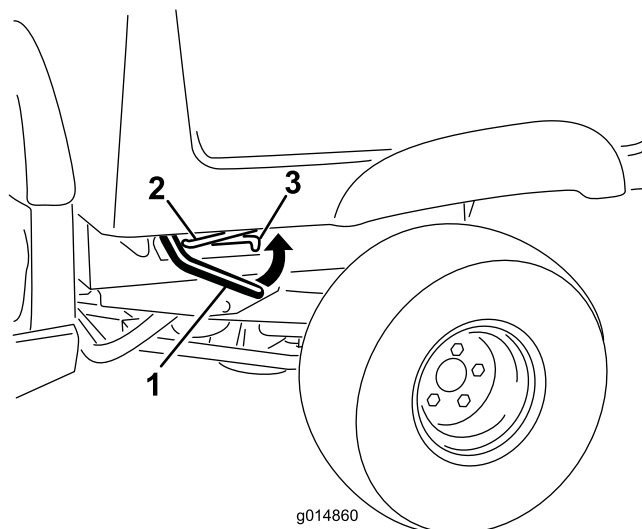

Figura 17
2. Fissate il cassone tirando l'asta di supporto nell'arresto posteriore all'estremità della fessura che si trova nel telaio a sinistra della macchina (Figura 17).
1. Sollevate la leva del dispositivo di fermo sul lato vicino all'angolo anteriore del cassone e sollevate il casso stesso (Figura 17).
1. Sollevate il cassone alzando leggermente la leva del dispositivo di fermo (Figura 17).
2. Estraete l'asta di supporto dalla fessura dell'arresto (Figura 17).
3. Abbassate il carico in modo da bloccarlo in sicurezza (Figura 17).